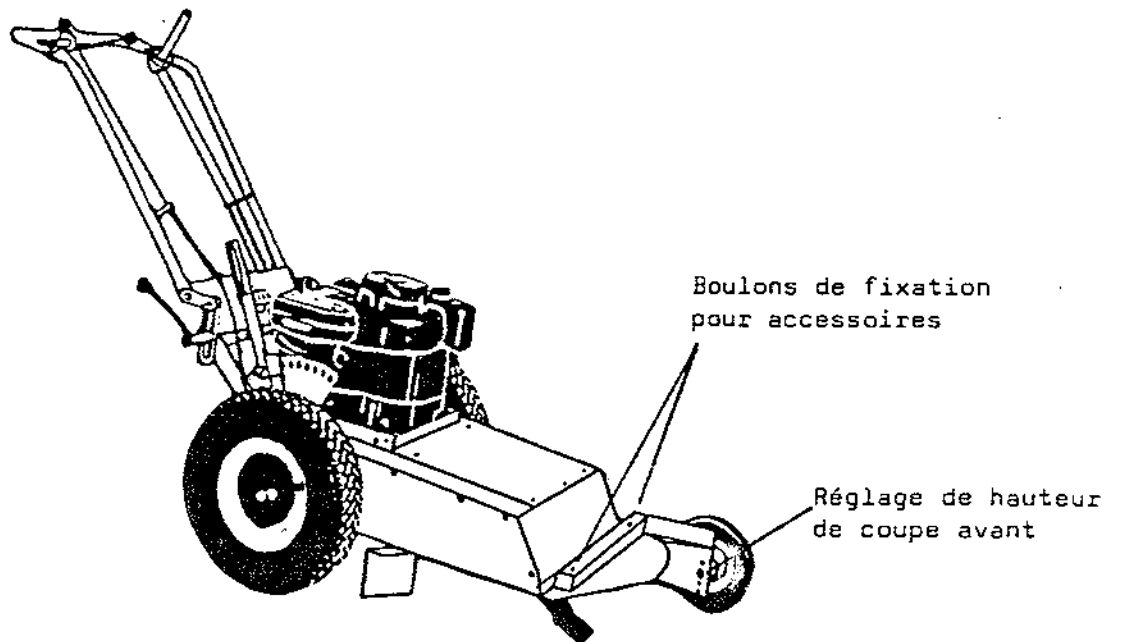

Figure 4
- C. 1 roue pivotante latérale  $\varnothing$  200 mm (voir fig. 4) - système de réglage à 5 positions, par boulons, de 25 à 110 mm.
ou - laisser le carter ouvert et monter la roue latérale gauche (fig. 4)